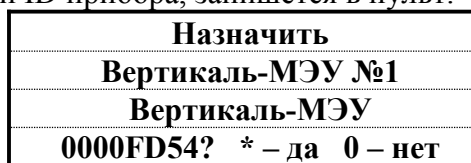

Рис.9 – Подтверждение регистрации
Примечание: При появлении на пульте надписи «Обнаружено устройство ...», в ней указывается код того прибора, на котором была нажата кнопка «Сброс» – «FD54» (Рис.9). Рекомендуем запомнить эти коды и внести их в конфигурацию. Это позволит в будущем избежать повторного выполнения пунктов 2)-4) при незначительном изменении конфигурации и перезаписи её в «Вертикаль-ПУ».
3) Стрелками на клавиатуре «Вертикаль-ПУ» выбрать нужный прибор, например «Вертикаль-МЭУ №3» (при нажатии на стрелки клавиатуры в нижней строчке будут поочередно предложены все имеющиеся в конфигурации приборы «Вертикаль-МЭУ»). Далее нажать кнопку «Подтв.» на клавиатуре. При этом появится надпись следующего вида (Рис. 9). При нажатии кнопки «*/Подтв.» указанный в нижней строке номер «FD54», соответствующий ID прибора, запишется в пульт.